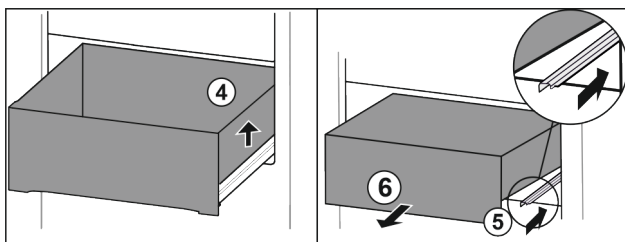

Fig. 106
- ▶ Emelje meg a fiók jobb oldalát. Fig. 106 (4)
- ▶ Tolja be a jobb oldali sín. Fig. 106 (5)
- ▶ Vegye ki a fiókot előre felé. Fig. 106 (6)